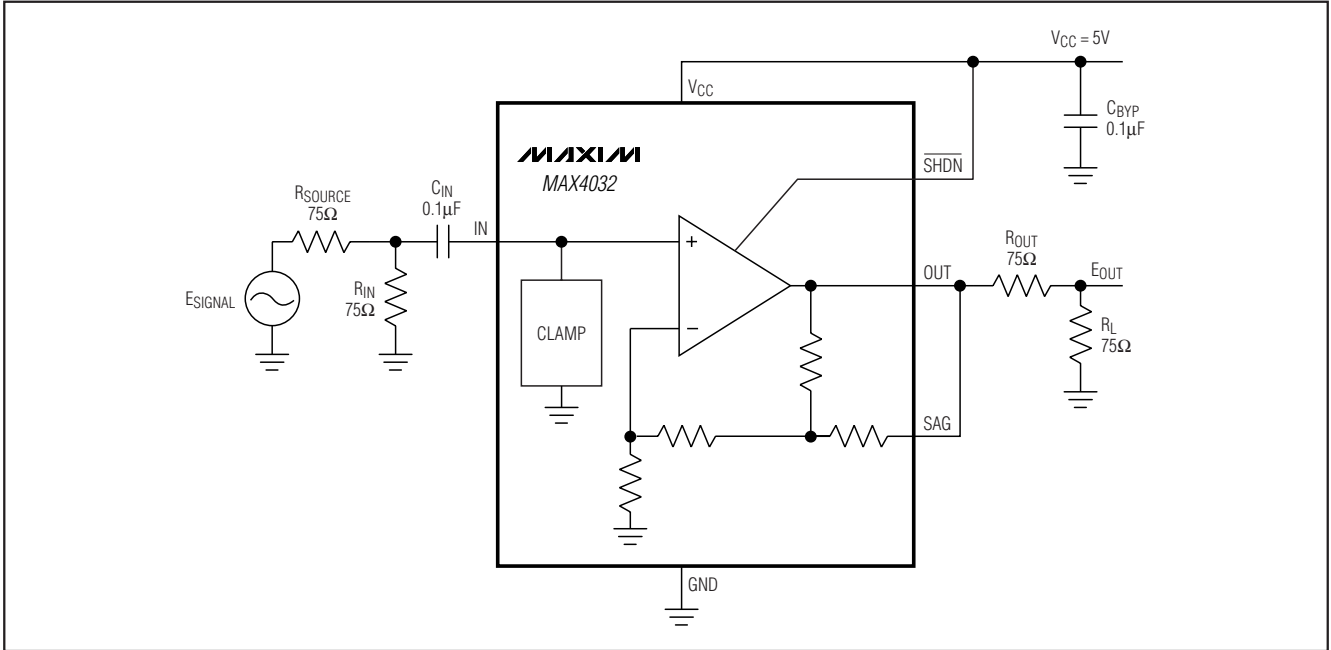

図2. MAX4032のDC結合
- 1) SAGがOUTに短絡され、150ΩをOUTからグランドまで直結(図2参照)。